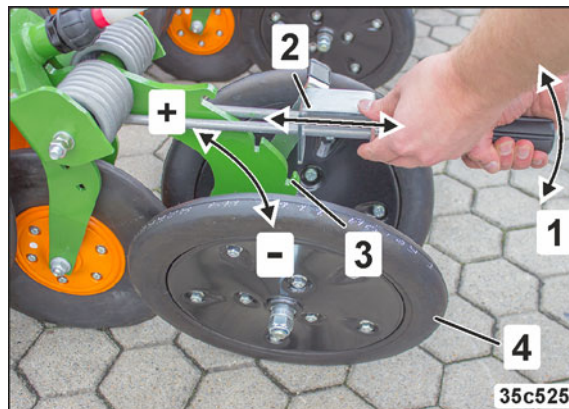

Fig. 179
De justerbare trykruller (Fig. 179/4) lukker såfuren og trykker jorden til over såsæden.
1. Løft håndtaget (Fig. 179/1) kortvarigt, og sæt skyderen (Fig. 179/2) i indgreb i tandsegmentet (Fig. 179/3).